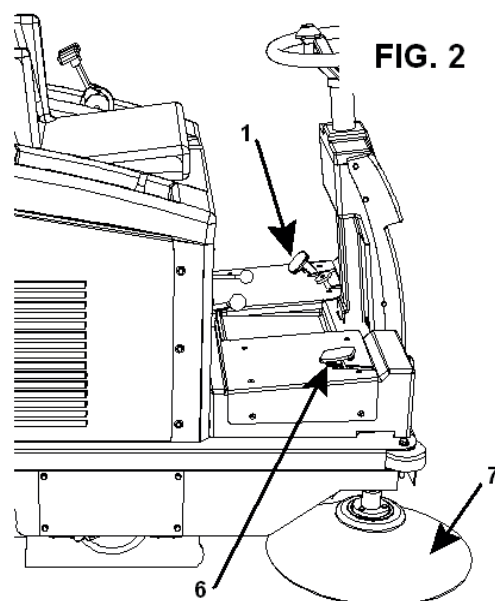

FIG. 2
- ☞ Se munir d'un plan incliné (ayant une capacité de portée adaptée à la masse) et le faire adhérer au côté étroit de la table, d'une longueur d'au moins 150 cm et d'une largeur de 100 cm pour ne pas endommager les carters anti-poussière; enlever les protections en bois qui entourent les roues et desserrer le frein de stationnement **Part. 1 Fig. 2**. A ce moment, pour les modèles Style 70, il est suffisant de pousser la machine sur le marchepied; cette opération doit être effectuée sur une ample surface plane et en faisant attention à ce personne ne se trouve devant la machine. Lorsque le déballage de la machine est terminé, démonter et ranger les crochets (œillets de relevage) puis monter le balai latéral droit **Part. 7 Fig. 2** et, éventuellement, le balai latéral gauche (**voir page 13**).